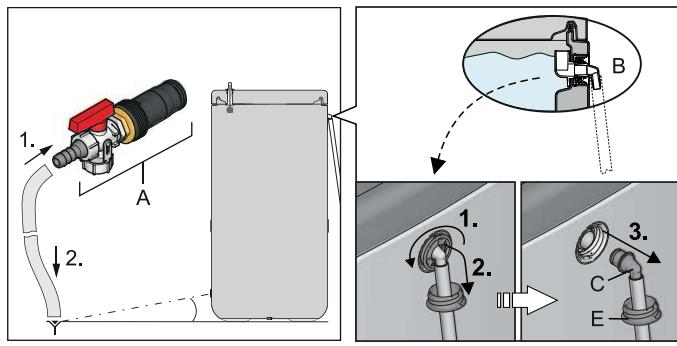
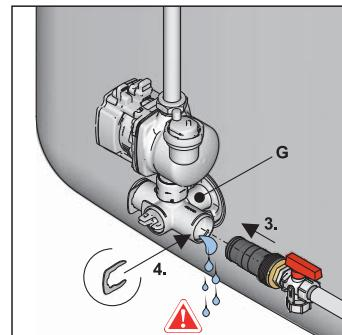

Bild 6-1 Ablaufschlauch montieren
Bild 6-6 KFE-Befüllanschluss in Anschlusswinkel montieren
- Ablaufschlauch an den **KFE-Befüllanschluss (Zubehör KFE BA, 16 52 15)** (Bild 6-1, Pos.A) anschließen und zu einer mindestens bodentiefen Ablaufstelle verlegen.
Ist kein **KFE-Befüllanschluss** verfügbar, kann alternativ das Anschlussstück (Bild 6-1, Pos.C) vom Sicherheitsüberlauf (Bild 6-1, Pos.B) demontiert und verwendet werden.
Tab. 6-1 Legende zu Bild 6-1 bis Bild 6-6
- **KFE-Befüllanschluss** in den Anschlusswinkel einstecken und mit Halteklammer sichern (Bild 6-6).